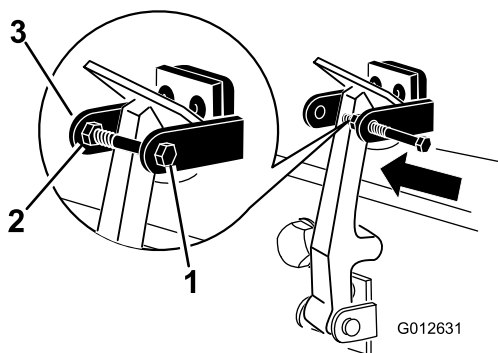

Figura 10
8. Montai urubul la celălalt braț al suportului clișetului capotei pentru a bloca clișetul în poziție (Figura 10). Strângeți urubul, dar nu strângeți piulița.